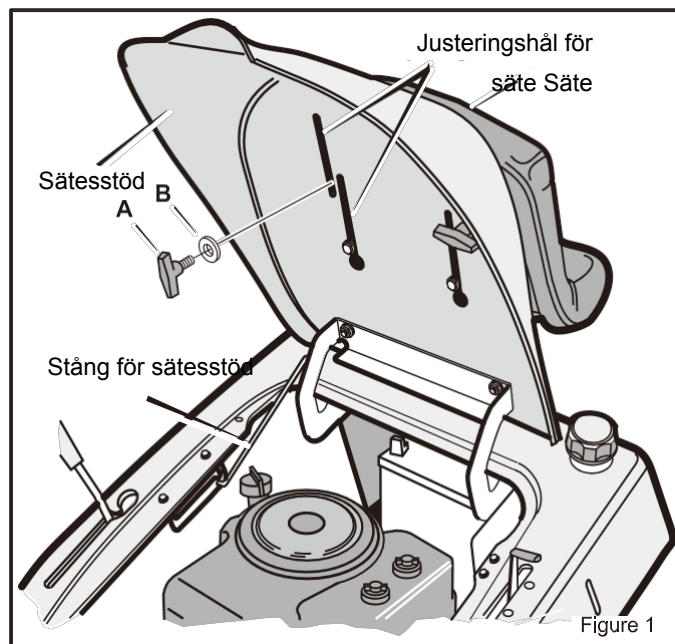

Figure 1
3. Rikta in hålen i sitsen mot hålen i sitsstödet (bild 1). Fäst sitsen på sitsstödet med fästeanordningarna enligt bilden.
4. Kontrollera stolens driftläge. Om sitsen behöver justeras, lossa på de två vingbultarna (A). Skjut sitsen framåt eller bakåt längs sättsjusteringshålen enligt bilden. Dra åt vingbultarna (A).